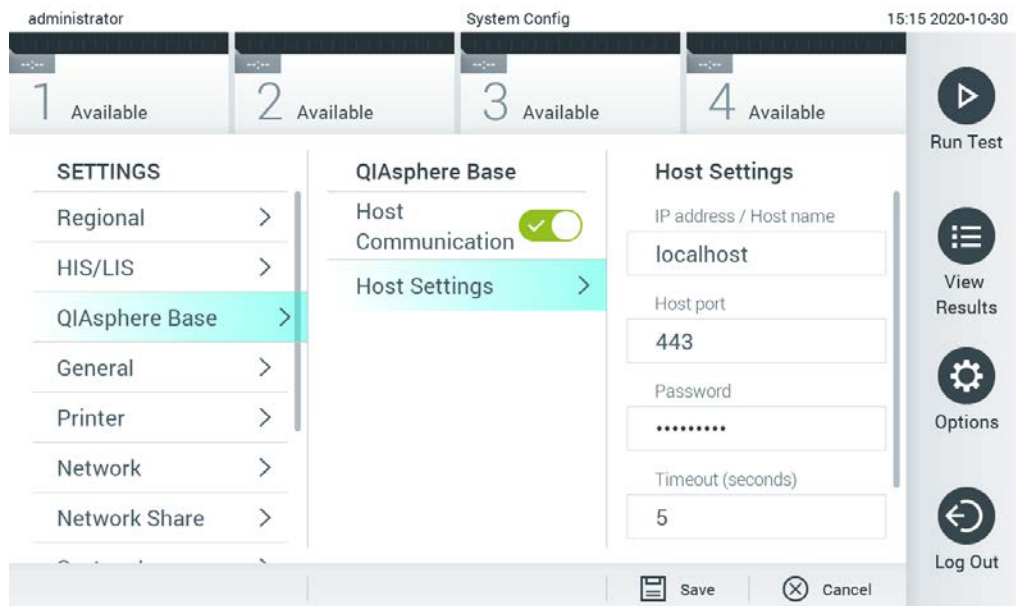

Figura 72. Configurarea conexiunii cu QIAsphere Base
2. Selectați **QIAsphere Base** din lista de setări din coloana din stânga (Figura 72).